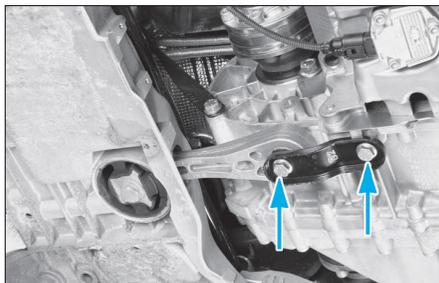

FIG. 8
- le tirant antibasculement de la boîte de vitesses (2 vis) (Fig.8).